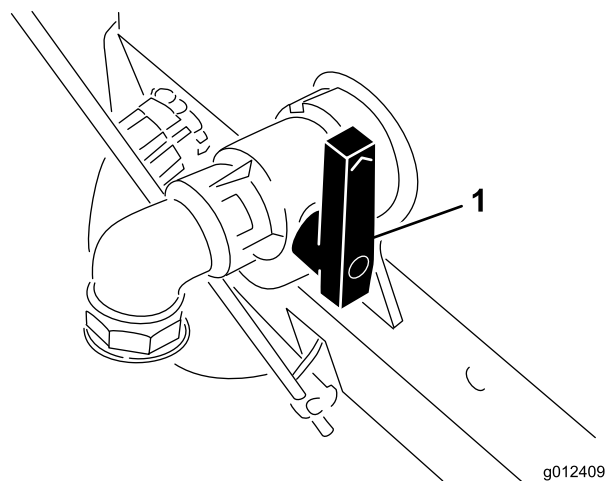

Figure 31
3. Ouvrez le robinet de vidange de la cuve de peinture (Figure 31). Plus le robinet de vidange est ouvert, plus la vidange de peinture sera importante.